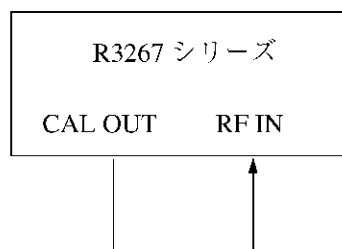

図 6-3 変調精度測定接続図 (EDGE)
1. R3267 シリーズを図 6-3 のように接続します。